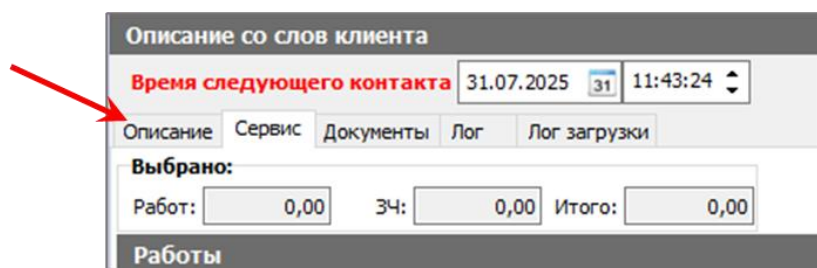

рис. 295
6. Далее, проверьте указан ли текущий пробег автомобиля в заказ-наряде. Откройте вкладку **Описание** в окне заказ-наряда (рис.295).